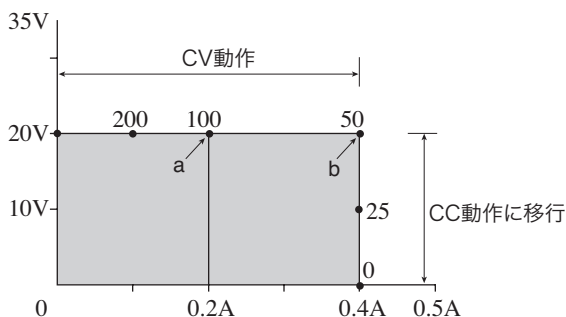

図 2-5 定電圧 (CV) 動作
例として、PMR35-1.2DU を使って $100\ \Omega$ の負荷に 20V を印加して定電圧 (CV) 動作させる場合について説明します。図 2-5 はこの場合の動作を示しています。